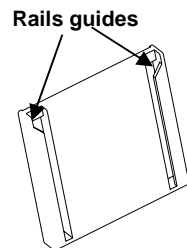

Fig. 3
- Insérez les rebords guides du panneau de commande dans les rails guides du corps métallique. (Fig. 3)